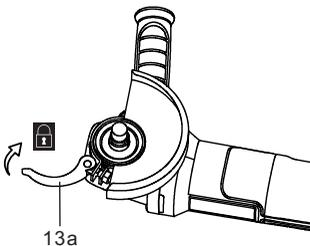

Fig. 7
3. Feche a alavanca de fixação (13a) (Figs. 7, 8).